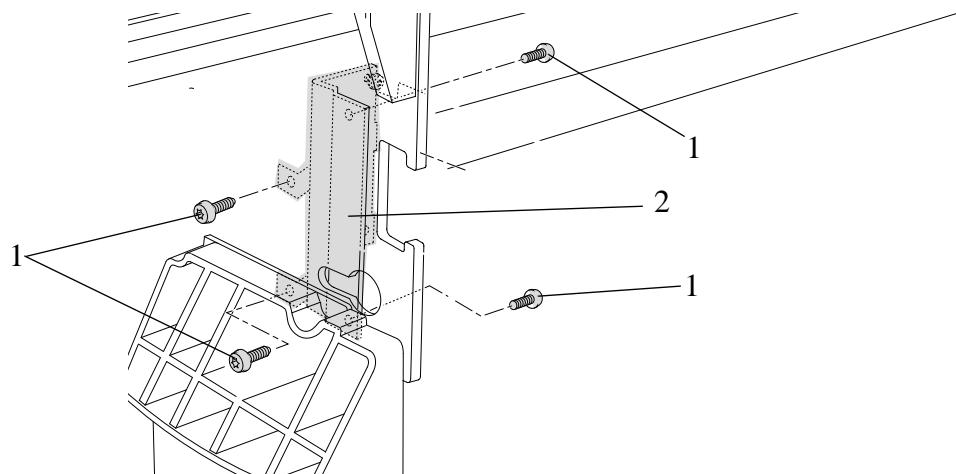

図 73: レフト エレクトロニクス モジュール マウント
- 4 左側エレクトロニクス モジュール マウント (部品2) を左側シャーシに固定している4本のT-15のネジ (部品1) を取り外します (図73参照)。